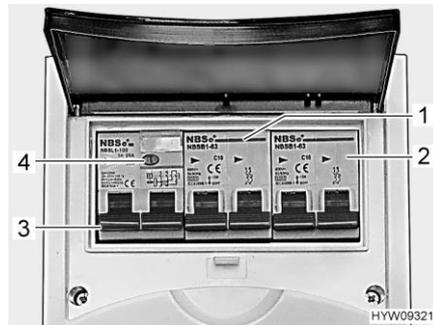

Bild 113 Leitungsschutzschalter und FI-Schalter (230-V-Sicherungskasten)
Ein Fehlerstrom-Schutzschalter (FI-Schalter) (Bild 113,3) im Sicherungskasten sichert das gesamte Fahrzeug gegen Fehlerstrom (30 mA) ab.
Der nachgeschaltete Leitungsschutzschalter (10 A) (Bild 113,1) sichert die 230-V-Steckdosen, den Elektroblok, das Zusatz-Ladegerät und den Kühlschrank ab.
Bei Fahrzeugen mit Sonderausstattung, z. B. Dachklimaanlage, sichert ein zusätzlicher Leitungsschutzschalter (16 A) (Bild 113,2) das Gerät ab.
- Wenn das Fahrzeug an die 230-V-Versorgung angeschlossen ist, die Prüftaste (Bild 113,4) drücken. Der Fehlerstromschutzschalter (FI) muss auslösen.